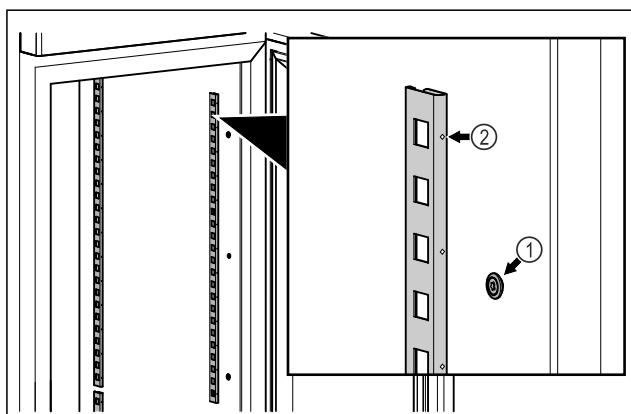

Fig. 48 Príklad zobrazenia
- Koľajničky zaveste do závesu Fig. 48 (1). Označenie Fig. 48 (2) musí ukazovať dopredu.